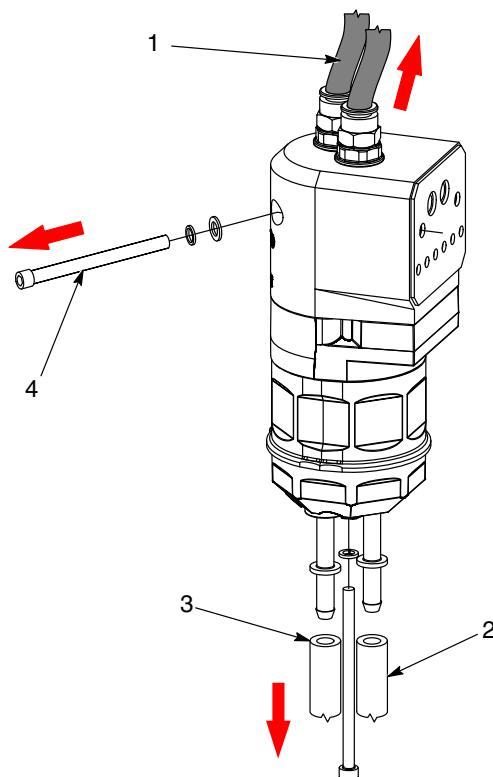

图 16 改装泵拆卸准备
1. 请参见图 16。在适用情况下, 断开冲洗空气管线与改装泵 (1) 顶部的连接。